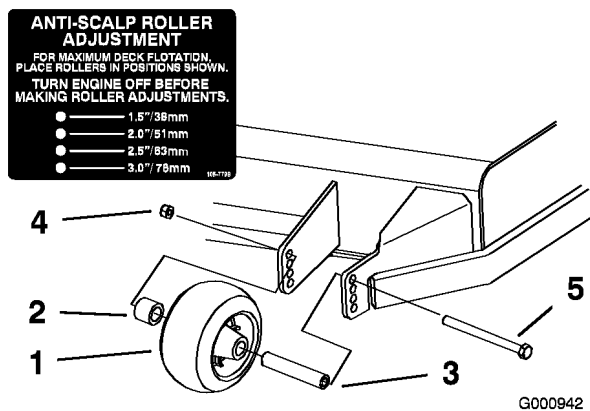
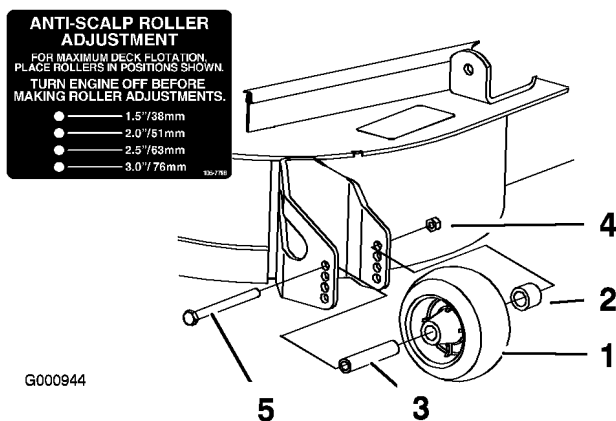
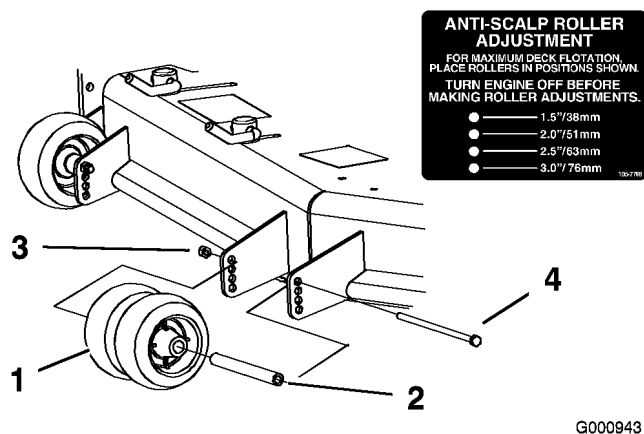

Figura 21
Figura 23
Figura 22
3. Después de ajustar la altura de corte, ajuste los rodillos retirando la tuerca con arandela prensada, el casquillo, el espaciador y el perno (Figura 21, Figura 22, y Figura 23).
Nota: Los dos rodillos centrales no tendrán espaciador (Figura 22).
5. Instale la tuerca con arandela prensada, el casquillo, el espaciador y el perno. Apriete a 54-61 Nm (Figura 21, Figura 22 y Figura 23).